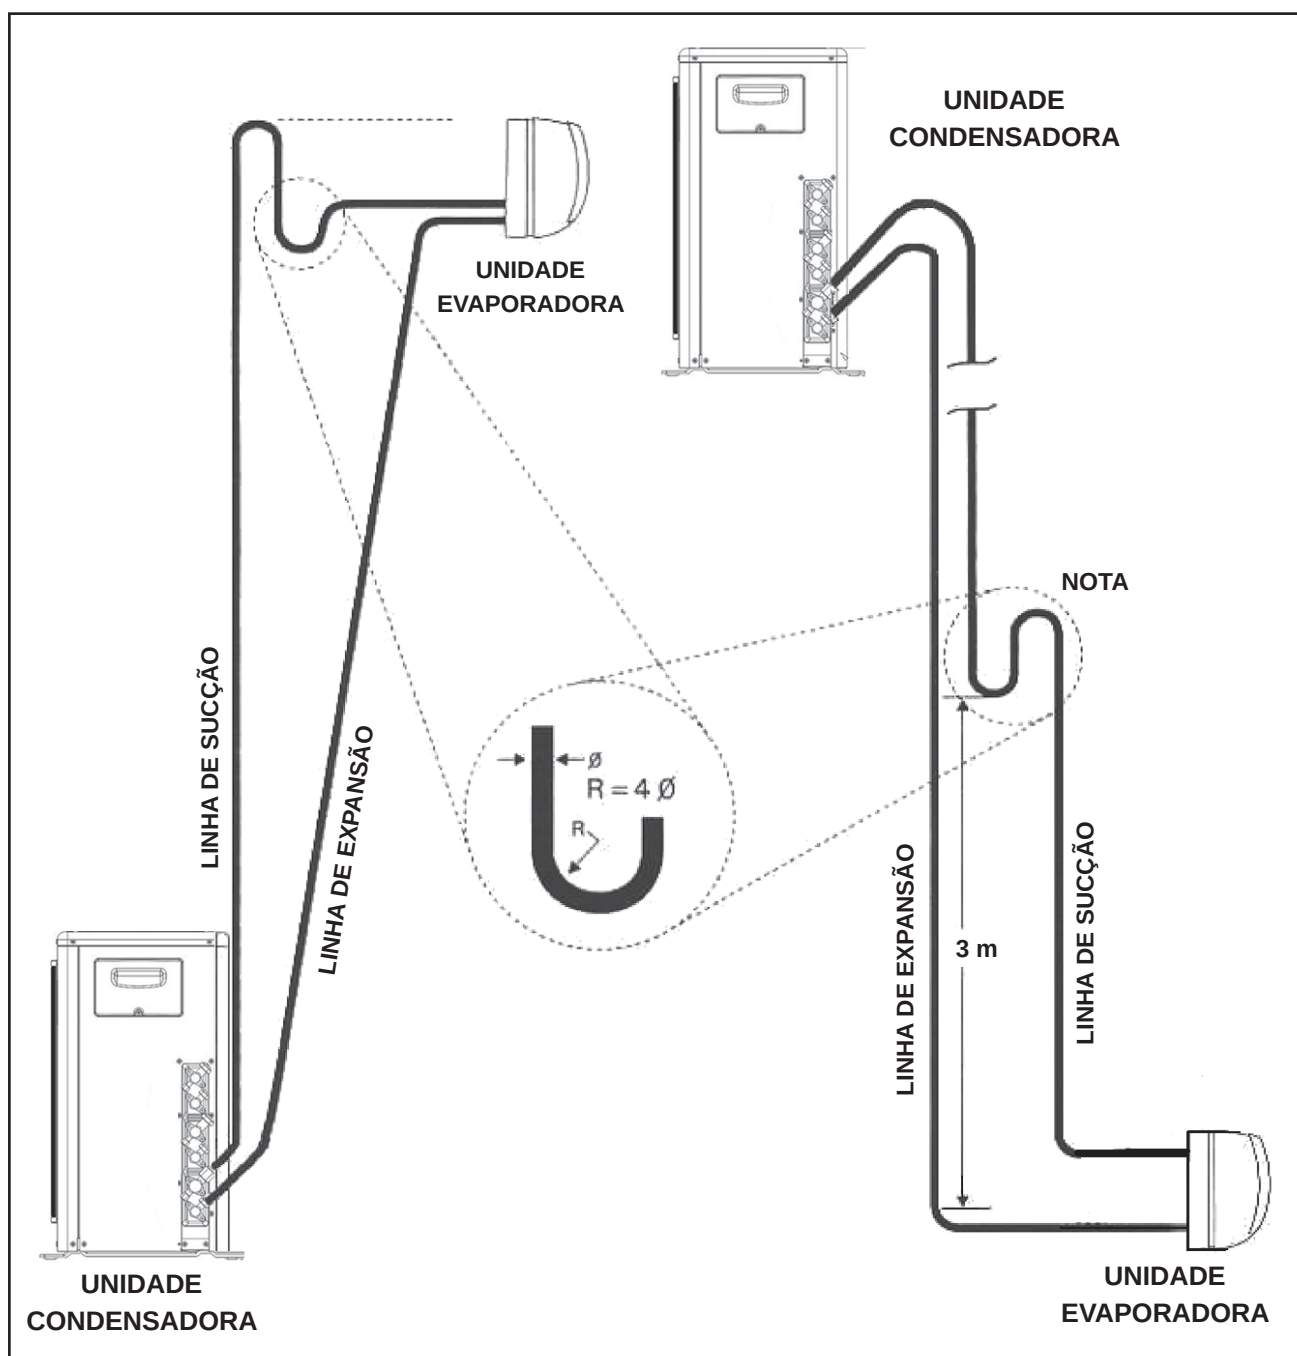

FIG. 15 - LINHAS DE INTERLIGAÇÃO
- Elevar a linha de sucção acima da unidade evaporadora antes de ir para a unidade condensadora (0,1m para modelos 38MB_09 e 12 e 0,2m para 38MB_18 e 24), quando a evaporadora estiver acima ou no mesmo nível da condensadora. (Fig. 15)
- Fazer sifões nas subidas da linha de sucção a **cada 3,0 m** para os modelos, incluindo a base (saída da evaporadora). Caso o desnível seja menor que 3 m faça apenas na base. (Fig. 15)
- Inclinar as linhas horizontais de sucção no sentido do fluxo. (ver Fig. 15).